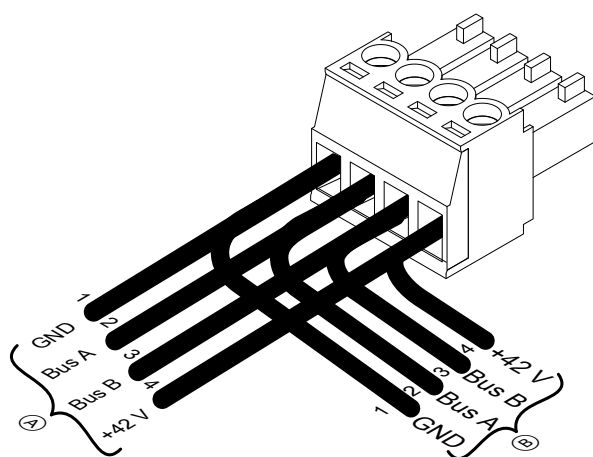

Abb. 22
- Leitungen am Stecker gemäß Abb. 22 anklemmen.